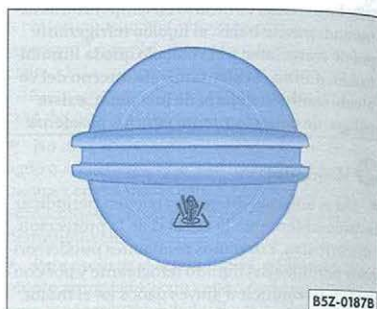

Fig. 116 En el vano motor: remueva la tapa del depósito del líquido refrigerante
- Cubra la tapa del depósito de expansión del líquido refrigerante $\Rightarrow$ fig. 116 con un paño grueso y gírela cuidadosamente hacia la izquierda $\Rightarrow$ .